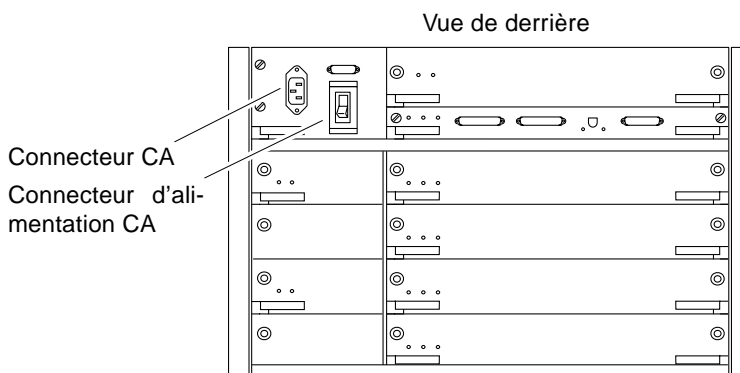

FIGURE 2-4 Connecteur d'alimentation CA et prise femelle CA
2. **Mettez le commutateur d'alimentation CA (FIGURE 2-4) sur la position Arrêt.**